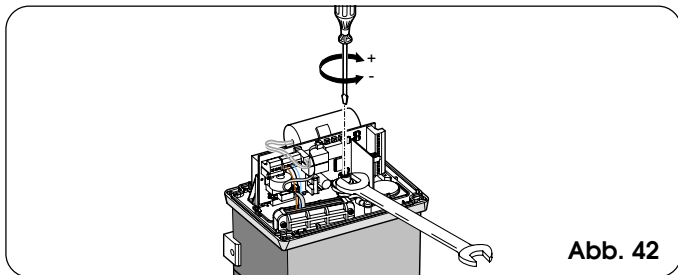

Abb. 42
- 2) Die Motorwelle mit einem Engländer festgespannt halten und die Einstellung mit Hilfe der Einstellungsschraube der Kupplung mit einem Inbusschlüssel oder einem Schraubenzieher gemäß Abb. 42 vornehmen.